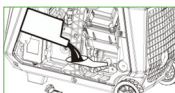
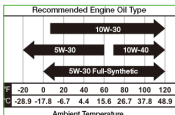

Fig. 2
Fig. 4
- Adăugați 0,45 L de ulei de motor. (Consultați tabelul de ulei recomandat, Fig. 4) (Fig. 2)
- Utilizați uleiul specificat în secțiunea de primă pornire (tabelul de ulei recomandat, Fig. 4).